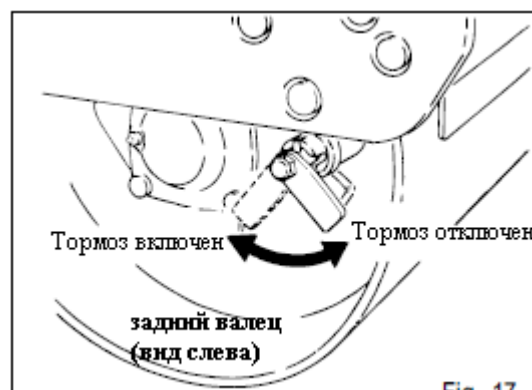

Fig. 17
ВНИМАНИЕ Отключите стояночный тормоз перед началом движения (рис. 17).
- Включите стояночный тормоз, вытянув ручку и повернув ее на 90° против часовой стрелки (рис. 17).